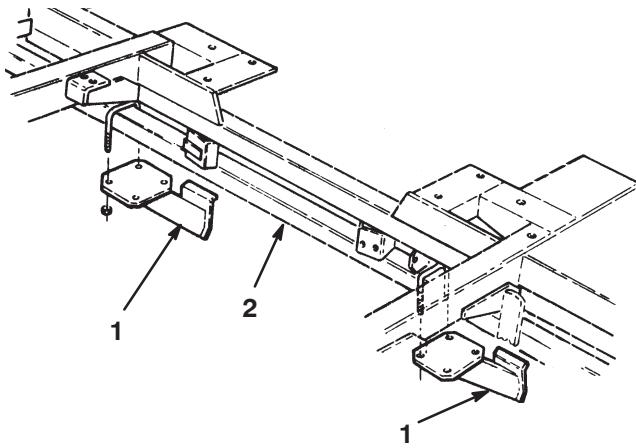

Figura 8
2. Sujete (sin apretar) un tope de rodillo en cada lado del tubo del bastidor, según muestra la Figura 8, con pernos en U y contratuerca.